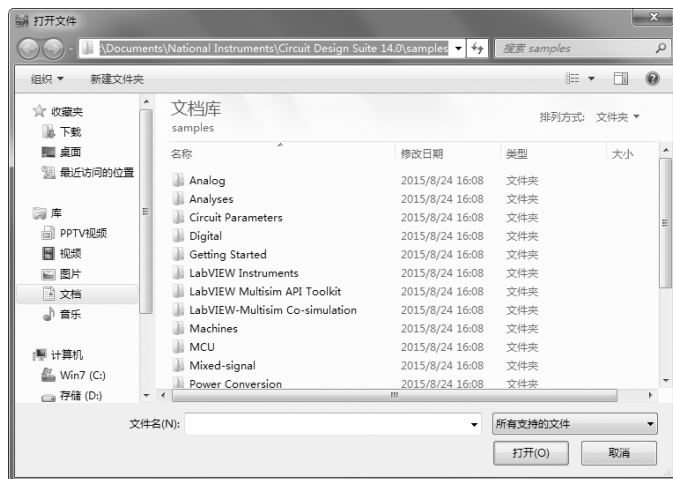

图 4-13 打开样例文件
1) 选择菜单栏中的“文件”→“打开”命令或单击“标准”工具栏中的“打开”按钮, 弹出“打开文件”对话框, 在默认路径 Sample 文件夹下打开系统自带的样例设计文件, 如图 4-13 所示。